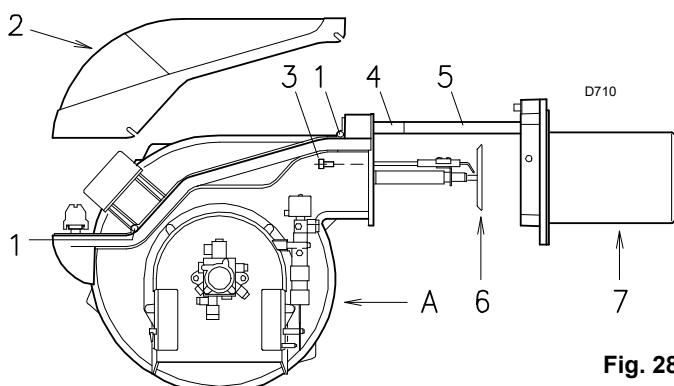

Fig. 28
**Para abrir o queimador (Fig. 28)**